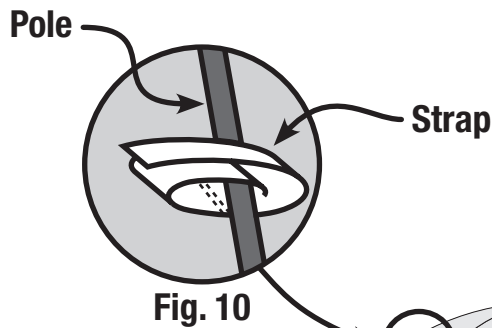

Fig. 10
- Secure rainfly with straps located on the underside of rainfly. (Fig. 10)
- Immobilisez le double toit avec les sangles prévues à cet effet sur la face envers du double toit. (Fig. 10)